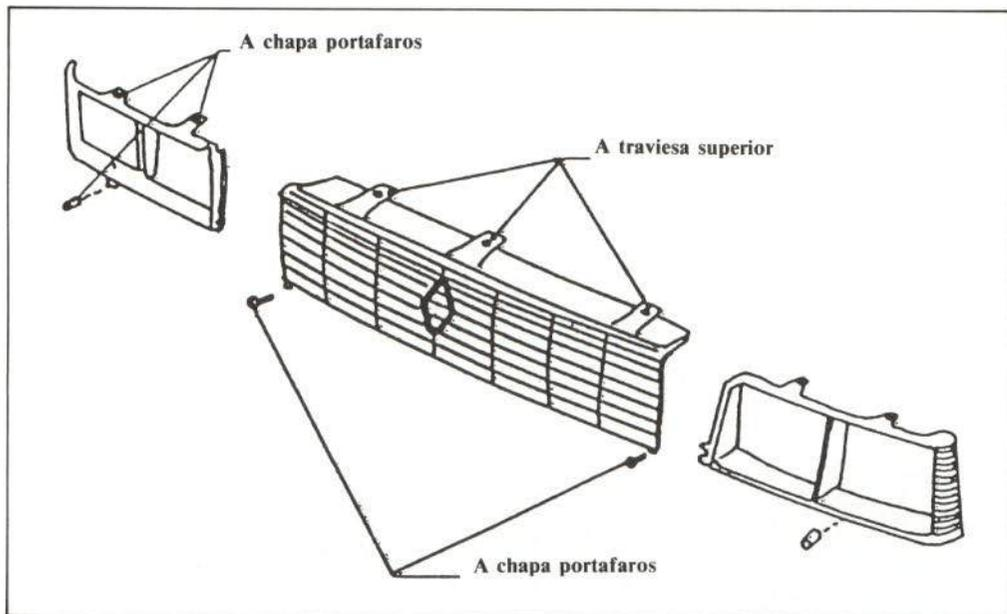

FIGURA 1.—Conjunto embellecedor de faro y rejilla delantera.
- **Embellecedor de faro (figura 1)**